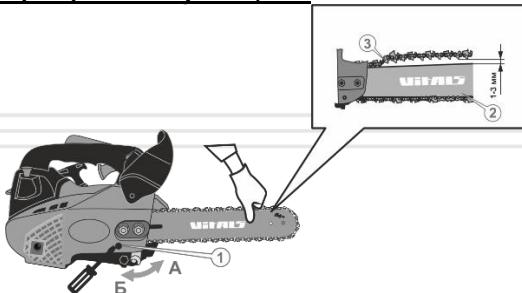

Рисунок 7. Схема перевірки натягу ланцюга
3. Виміряйте величину зазору між напрямною ланцюга (3, рис.7) та шиною (2, рис. 7). Зазор повинен бути в межах 1–3 мм, а сам ланцюг повинен легко рухатися від руки уздовж пазу шини.
2. Злегка послабте кришку кріплення шини – за допомогою ключа поверніть кріпильні вироби, що фіксують кришку, проти ходу годинникової стрілки на один оберт. Якщо зазор між напрямною ланцюга та шиною не відповідає показнику 1–3 мм, плавно поверніть викруткою регулювальний гвинт натягу ланцюга (1, рис.7) у напрямку стрілки «А» або «Б» (рис. 7), щоб послабити або натягнути ланцюг. Під час обертання регулювального гвинта (1, рис.7) проти ходу годинникової стрілки – ланцюг послаблюється (А, рис.7), а по ходу годинникової стрілки (Б, рис.7) – ланцюг натягається. Під час обертання гвинта штифт натягу ланцюга пересувається у пазу притискою кришки, тягнучи за собою шину, що у свою чергу викликає натяг ланцюга.